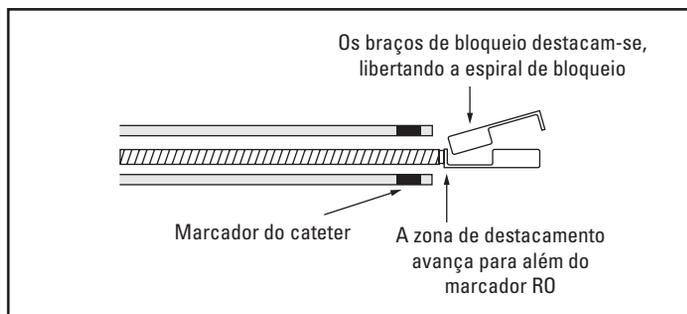

Figura 8. Introdução do Sistema de Oclusão IDC™ com Fibras Interlock™ - 35
14. Para desdobrar a espiral, faça avançar lentamente o fio introdutor sob orientação fluoroscópica até que os braços de bloqueio passem a ponta do cateter (Figura 8). Nota: Se encontrar resistência durante o desdobramento, rode lentamente o fio introdutor até que a espiral se desdobre.